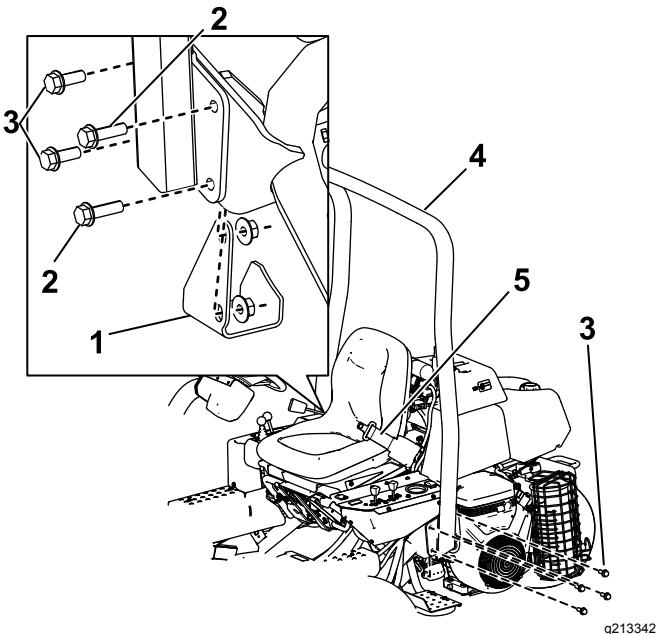

Figura 6
2. Baje la barra anti-vuelco (Figura 6) sobre los soportes de montaje, alineando los taladros de montaje.
3. Sujete cada lado de la barra antivuelco al soporte de montaje con 4 pernos (1/2" x 1 1/2") y contratuerca (Figura 6).
2 pernos (1/2" x 1 3/4") y contratuerca, según se muestra en la Figura 6.